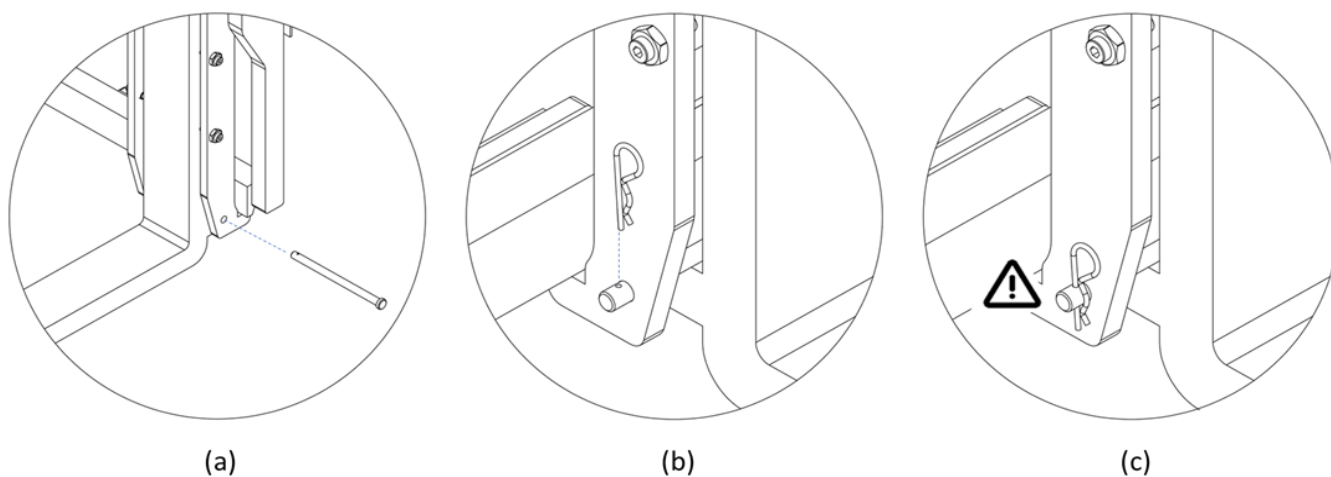

Figura 12
1. Inserire i perni di fissaggio dei ganci inferiori delle forche e verificare che il gancio della forza sia bloccato dal perno stesso (vedi *Figura 12, a*).
2. Inserire la copiglia di sicurezza nel foro posto sul perno e assicurarsi che questa sia bloccata (vedi *Figura 12, b*).
4. Verificare che le copiglie di sicurezza siano presenti su entrambe le forche e correttamente posizionate prima di iniziare qualunque movimentazione (vedi *Figura 12, c*).